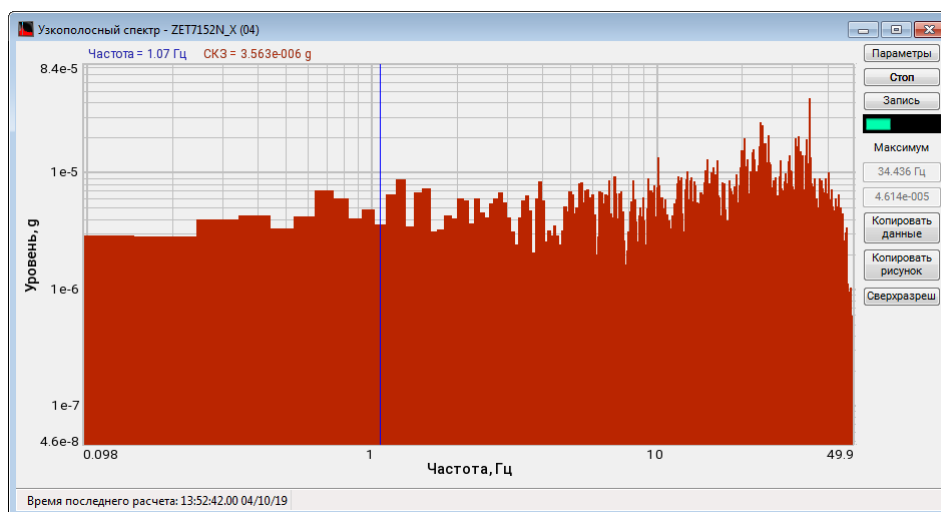

Рис. 5.3 Программа «Узкополосный спектр»
- Программа «Узкополосный спектр» - предназначена для частотного анализа сигнала (Рис. 5.3). При расчете по временной реализации сигнала находятся отклики по набору частотных фильтров при этом центральные частоты фильтров равномерно распределены по оси частот. При помощи программы «Узкополосный спектр» по форме спектра можно определить наличие в сигнале (регистрируемом с измерительного канала) как дискретных (тональных), так и шумовых составляющих.